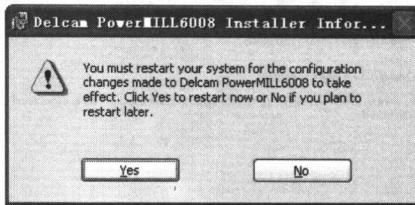

图1-11 提示对话框
11. 单击 **Finish** 按钮，弹出如图 1-11 所示的对话框，提示是否重新启动计算机，单击 **Yes** 按钮重新启动计算机。